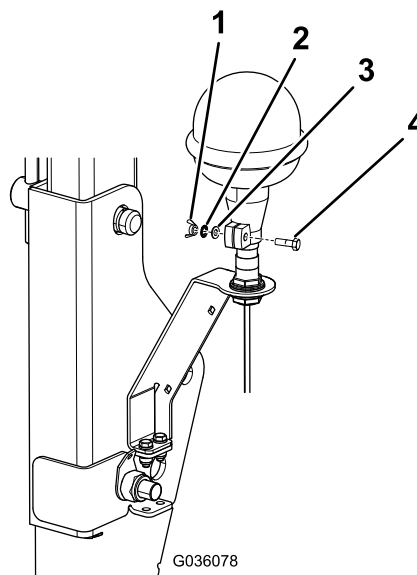

Figure 13
6. Serrez l'écrou à oreilles sur l'étrier de fixation (Figure 13).